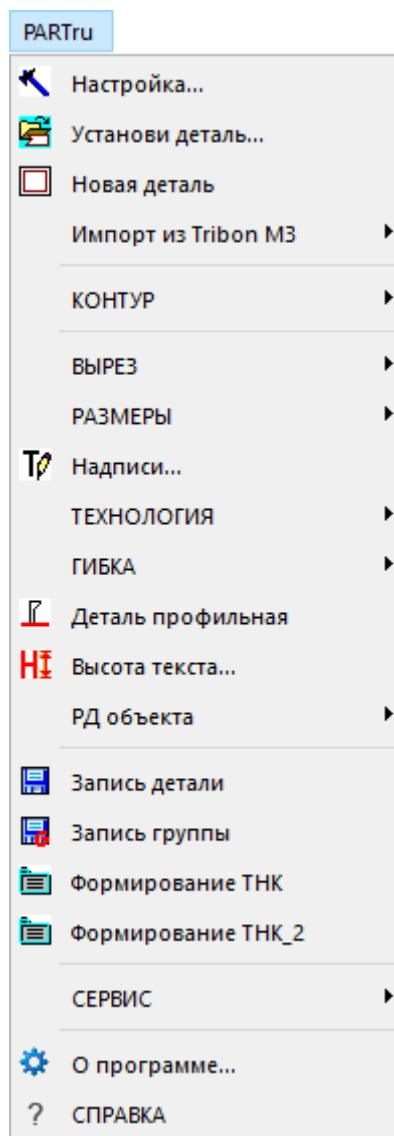
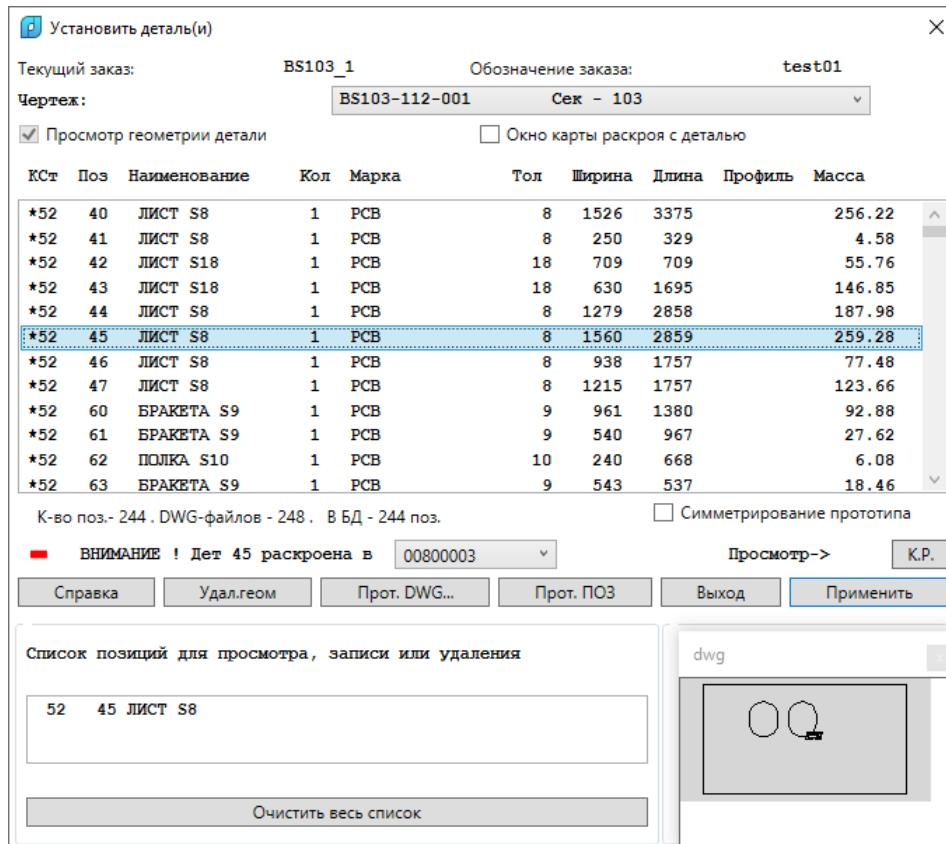

Рис. 3. Падающее меню **PART**
Рис. 9. Окно Установить деталь
На рис. 3 показано падающее меню **PART**, в котором собраны команды модуля **Part**:
**Примечание.** При создании детали с нуля следует использовать команду **Новая деталь** (см. рис. 3). Помимо создания слоев, это позволит **избежать ситуации**, когда после записи детали текущий чертеж закроется и пользователь окажется в режиме **нуля открытых документов**.
Для вызова на экран геометрии (эскиза) ранее сохраненной детали с целью просмотра, редактирования, перезаписи и т. д. используется пункт **Установи деталь** меню **PART** (см. рис. 3). Команда открывает окно **Установить деталь**, показанное на рис. 9.